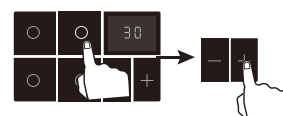

Рисунок 16
6. Чтобы изменить время в процессе контроля конфорки таймером, коснитесь кнопки соответствующей конфорки и отрегулируйте время с помощью кнопок «+» или «-». Рисунок 16.